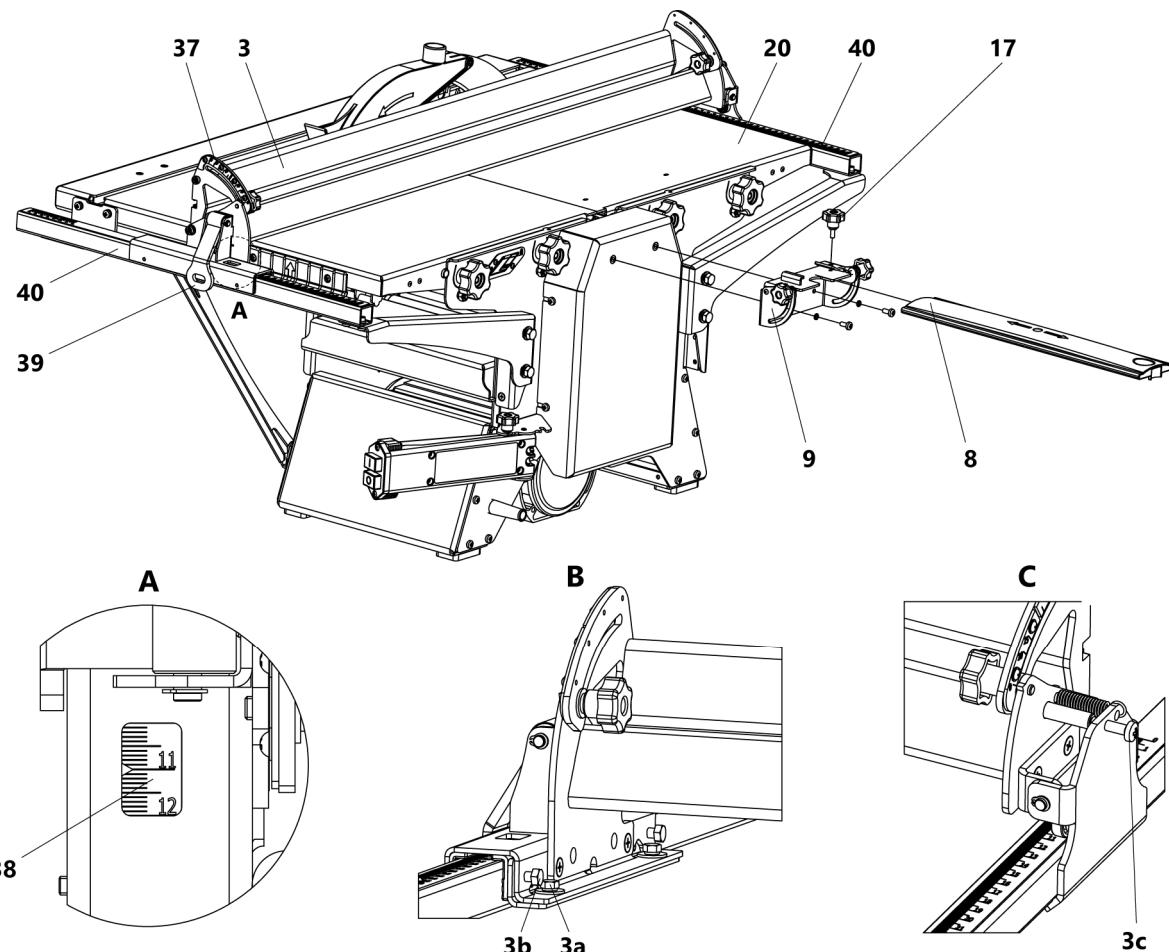

Рисунок 6. Установка упора
При фуговании нужно перемещать заготовку по загрузочному столу, прижимая к упору З (рис. 6). При этом необходимо держать пальцы сомкнутыми и удерживать заготовку сверху ладонями обеих рук. Правильное положение рук – это когда одна рука находится на верхней пласти заготовки над приемным столом, вторая рука – на верхней пласти заготовки над загрузочным столом.
- закрепить кронштейн ограждения ножевого вала 9 с помощью винтов и шайб из комплекта станка (рис. 6);
Запрещается переноска и установка станка за строгальные столы. Подъем и перенос станка осуществляется за направляющие 40 (рис. 6).